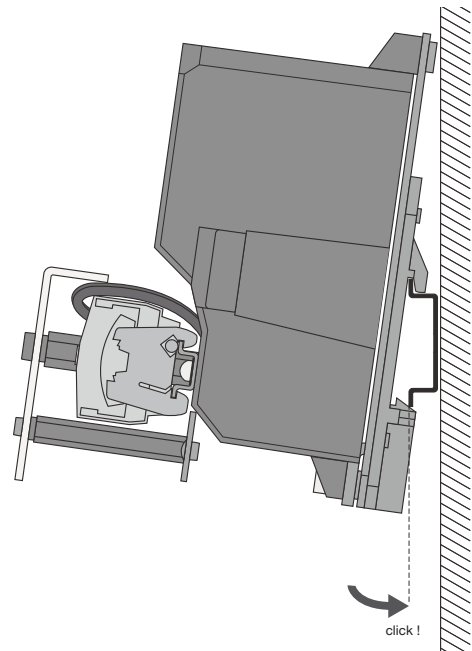

Abb. 11: Montage des Repeaters auf einer Hutschiene
- ▶ Montieren Sie den Repeater auf der Hutschiene. Hängen Sie hierzu die obere Rastnase des Repeaters in die Hutschiene ein und drücken Sie die Unterseite - wie in der Abbildung 11 gezeigt - auf die Schiene, bis die Rastnase einrastet.